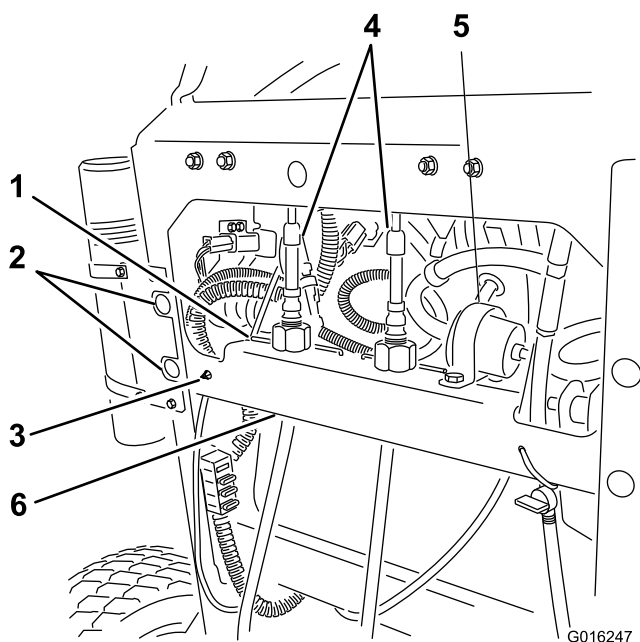

Figure 5
1. Retirez le fil de ressort qui maintient les écrous de réglage de l'alignement (Figure 5).
3. Sortez les câbles du support transversal (Figure 5 et Figure 12).
6. Desserrez le grand collier en R et retirez le filtre du collier (Figure 5).
7. Sur le côté gauche du support transversal, serrez le clip de conduit et poussez-le à travers le support (Figure 5).
8. Déposez le support transversal de la machine en retirant les quatre boulons. Conservez les fixations et le support transversal (Figure 5).